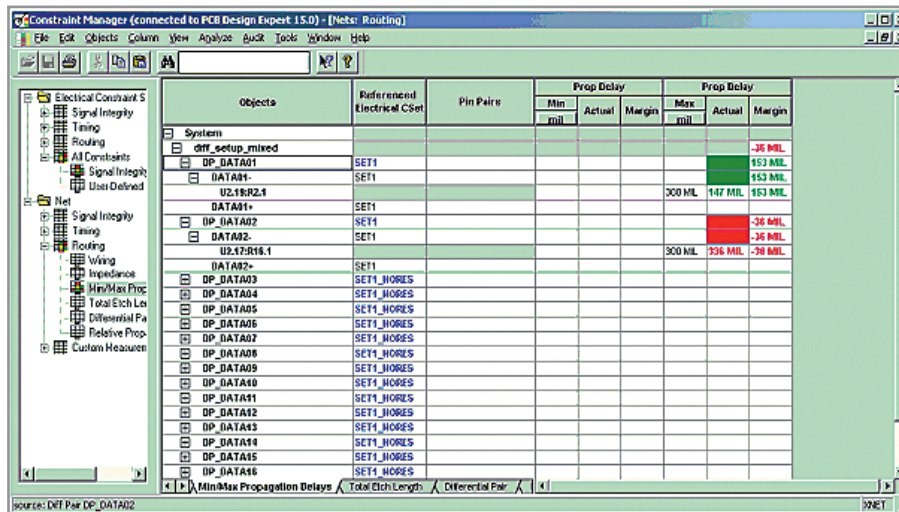

Рис. 10. Установка ограничения на топологию – вкладка *Rel Prop Delay*
- Ограничения, составленные вами в *SigXplorer*, теперь можно увидеть в *Constraint Manager* (см. рис. 10).